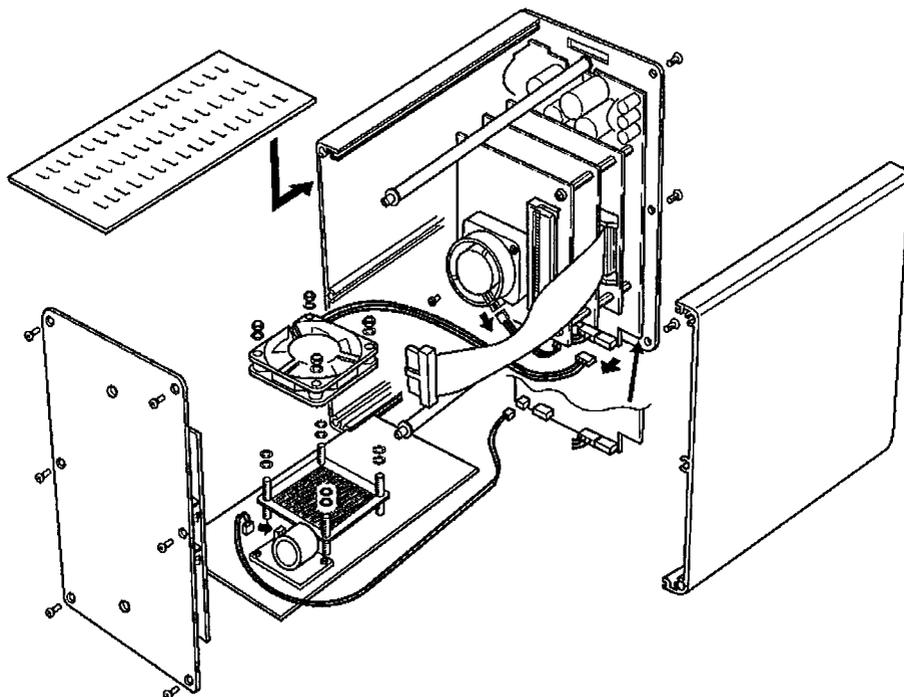

Figure 9.2 Vue éclatée du contrôleur
La figure 9.2 montre une vue partiellement éclatée du contrôleur. La plaque latérale est déposée pour des raisons de clarté, mais ce n'est pas toujours nécessaire pour appliquer les procédures ci-dessous.
2. Dévissez et retirez les six vis de fixation de la face avant ("A") sur la figure 9.2).
2. Placez le module sur un côté et faites coulisser le panneau inférieur (sur lequel est monté le ventilateur externe) vers l'extérieur, en déconnectant le connecteur du ventilateur ("D" sur la figure 9.2 ci-dessus) à mesure qu'il devient accessible.